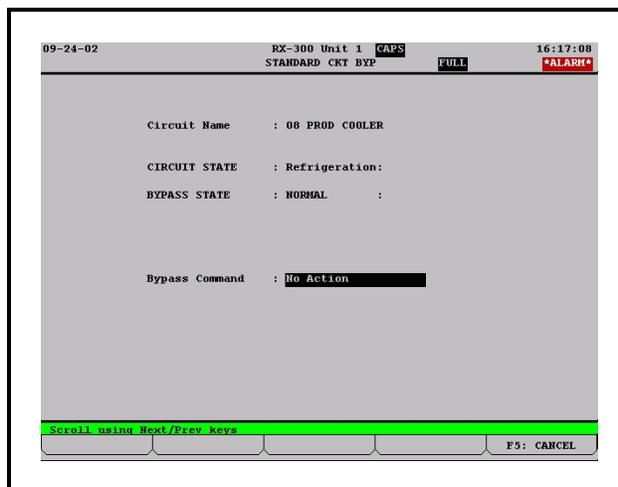

Figure 10-11 - Pantalla de Puenteo (Bypass) de Circuitos
4. La pantalla de Puenteo de Circuitos (ver **Figure 10-11**) mostrará el nombre del circuito, su estado actual y el estado de puenteo. El campo **Comando de Puenteo (Bypass Command)** estará resaltado.